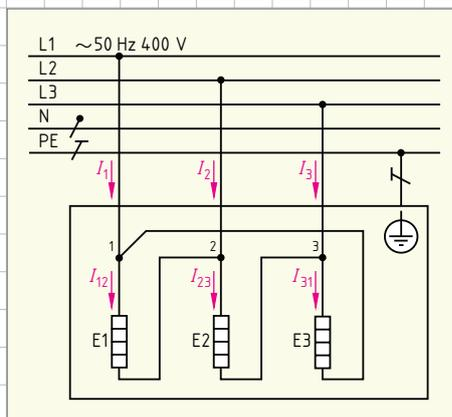

Bild 2: Schaltung der Heizwiderstände im Durchlauferhitzer
- In dem Elektrofachbetrieb wird das warme Wasser im Waschraum mit einem Durchlauferhitzer erwärmt. Die Heizwiderstände des Durchlauferhitzers sind in Dreieckschaltung an das Drehstromnetz 400/230 V angeschlossen (► Bild 2). Jeder Heizwiderstand hat einen Wert von $26,7 \Omega$.